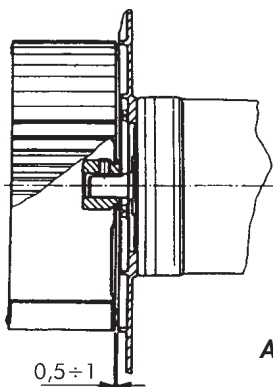

Abb. 15
- Auf diese Weise kann die Sauberkeit der inneren Organe des Brenners überprüft und eventuell die Auswechslung des Aggregats Motor-Flügelrad vorgenommen werden. Bei der Montage des Aggregats überprüfen, ob das in Abb. 15 angegebene Maß eingehalten ist.